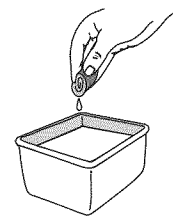

Fig. 22
3. Lave el filtro con agua y detergente (Fig. 22). Enjuague bien el filtro. Escurra el exceso de agua. Déjelo secar por completo.